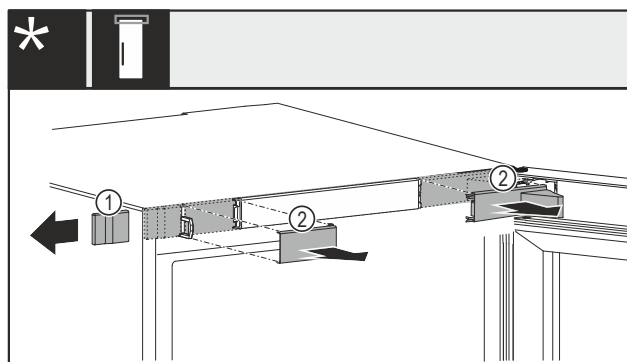

Fig. 13 Ar mehānisku vai elektrisku slēdzeni*
- ▶ Noņemiet pārsegu Fig. 13 (1) uzmanīgi sānos.*
- ▶ Noņemiet pārsegu Fig. 13 (2) uzmanīgi uz priekšu.*